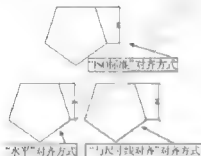

图 5-96
(3) 文字对齐(A)参数组：主要作用是设置标注文字的对齐方式，包括“水平”“与尺寸线对齐”和“ISO 标准”3 种方式，如图 5-96 所示。
① 水平：单选此项，标注文字在标注尺寸界线之间水平排列，不考虑尺寸线的角度(为机械制图标准)。
② 与尺寸线对齐：单选此项，标注文字与尺寸线保持同一角度(为建筑制图标准)。
③ ISO 标准：单选此项，如果标注文字在尺寸界线内，与尺寸线一起排列；如果标注文字在尺寸界线外时，水平排列。